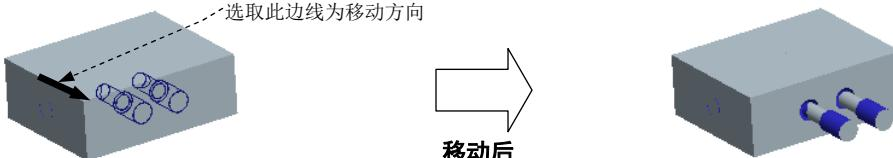

图 15.37 移动滑块
(1) 选择 **模具** 功能选项卡 **分析** ▾ 区域中的 命令。系统弹出 **MOLD OPEN (模具开模)** 菜单管理器。
(2) 在系统弹出的“菜单管理器”菜单中选择 **Define Step (定义步骤)** → **Define Move (定义移动)** 命令。
(3) 在系统 **为迁移号码1 选择构件** 的提示下，在模型树上选取第一个滑块，在“选择”对话框中单击 **确定** 按钮。
(4) 在系统 **通过选择边、轴或面选择分解方向** 的提示下，选取图 15.37 所示的边线为移动方向，输入要移动的距离值 200，然后按回车键。
(5) 在 **DEFINE STEP (定义间距)** 菜单中选择 **Done (完成)** 命令，移出后的状态如图 15.37 所示。